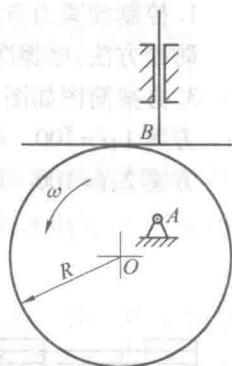

图 5
2. 一直动平底推杆盘形凸轮(图 5 为该机构的示意图), 已知凸轮为 $R=30 \text{ mm}$ 的偏心圆, 偏心距 $AO=20 \text{ mm}$, 试求: